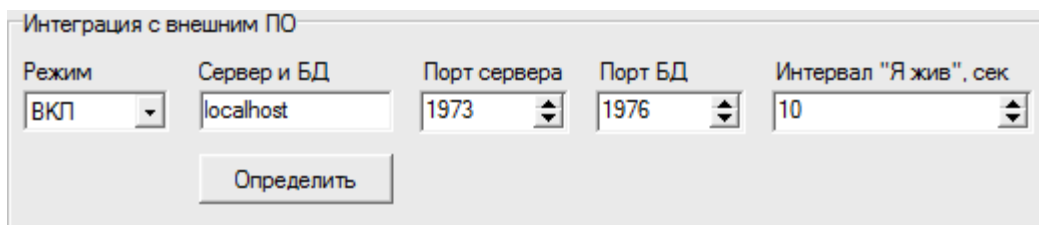

Рисунок 49.
- В группе «Интеграция с внешним ПО» (см. рисунок 49) установить параметр «Режим» в положение «ВКЛ»;